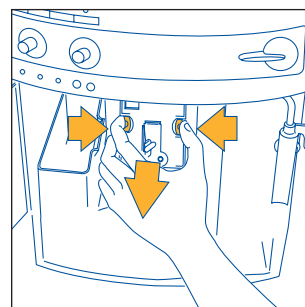

Fig.29
- Trykk på siden og mot sentrum på de to røde festene på trakteren (fig. 29), og dra den utover.